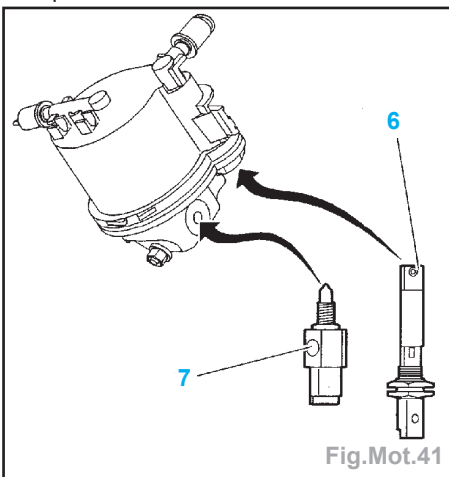

Fig.Mot.41
- Déconnecter (Fig.Mot.41) :
- le capteur de présence d'eau (7),
- le réchauffeur de gazole (6).